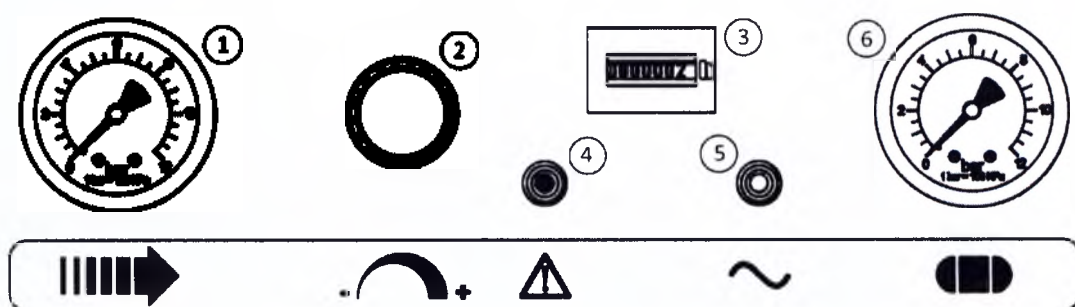
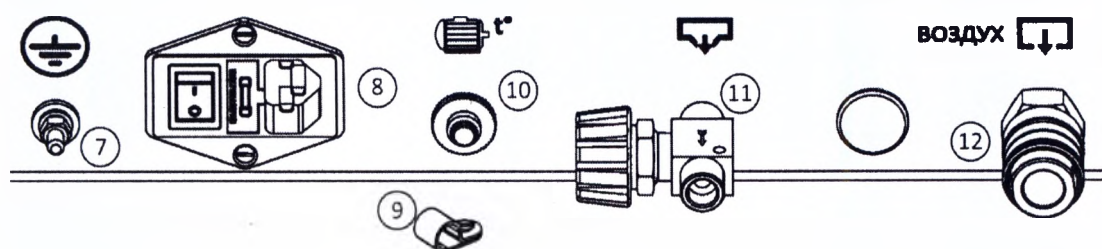

Рисунок 3 - Панель управления
Рисунок 4 - Задняя панель
7.5.5 Провод заземления подключите к винту заземления 7 (рис. 4) на задней панели компрессора. При наличии заземляющего контакта в электрической розетке, дополнительное заземление не требуется.
Подсоедините сетевую вилку съемного шнура питания к электрической сети. Включите компрессор выключателем 8 (рис. 4). на задней панели. Для этого необходимо переключить выключатель в положение "I". Включенное состояние сигнализируется зелёной контрольной лампочкой 5 (рис. 3).
- Выключить компрессор выключателем 8 на задней панели. Для этого необходимо переключить выключатель в положение "О" (рис. 4). После этого остановится двигатель и произойдет сброс давления из нагнетательного воздухопровода и поршневого блока.
8.4.1 Настройка давления сжатого воздуха осуществляется регулятором давления 2 следующим образом (рис. 3):
8.4.2 Компрессор оборудован устройством защиты от перегрузок. При нарушении питания электрической сети, а также при работе с ПВ более 60% возможно автоматическое срабатывание защиты двигателя, о чем сигнализирует красный индикатор **4** на панели управления (рис. 3).
- Переключите выключатель **8** (рис. 4) на задней панели в положение "О".